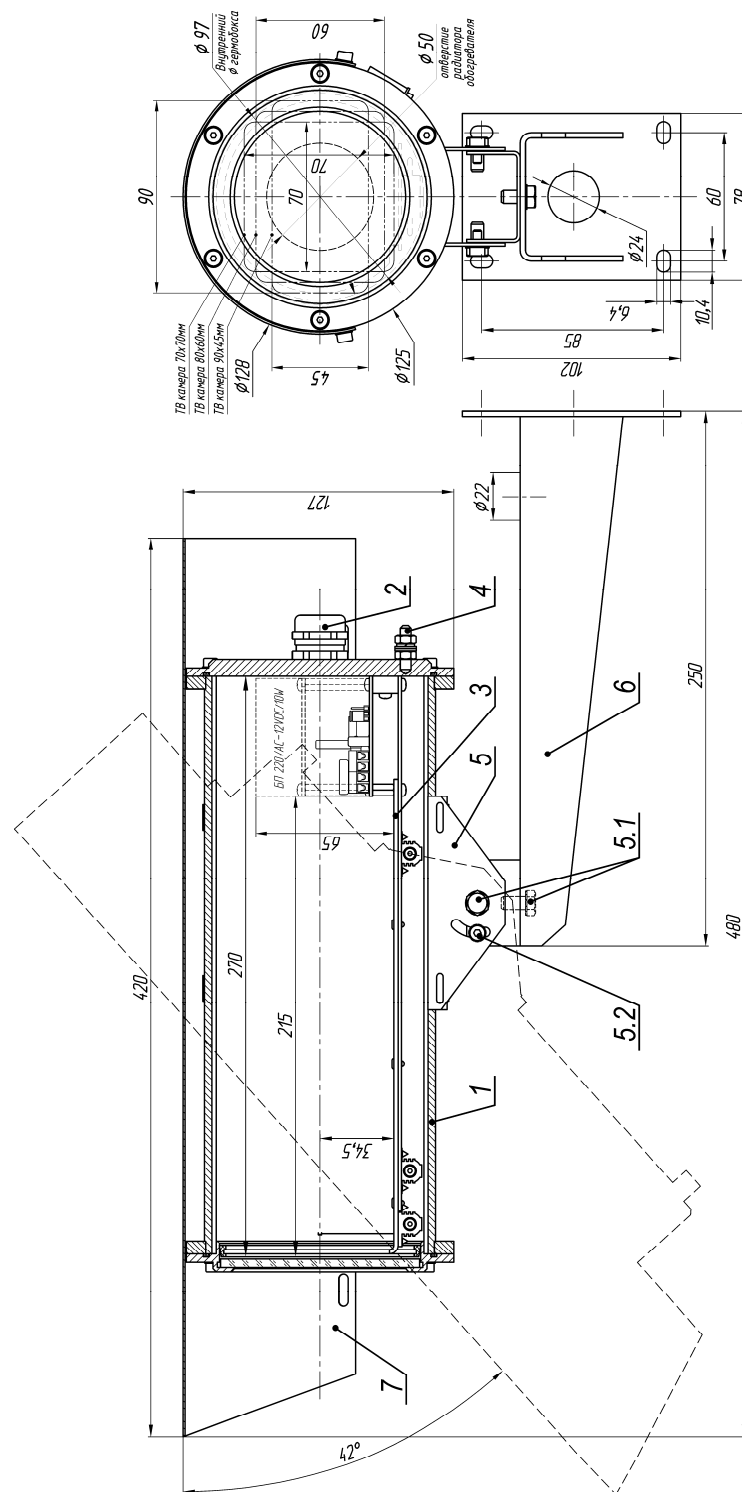

Рис.1 Состав и габаритно-установочные размеры ТГБ-9
2. Выдвинуть модуль видеокамеры (поз.3 рис.1) из кожуха.
8. Ослабив болты и винты фиксации шарнира (поз.5.1 и 5.2 рис.1), установить гермобокс на нужное направление обзора, после чего надежно зафиксировать шарнир затянув выше перечисленные болты и винты.
9. Заземлить гермобокс с помощью болта заземления (поз.4 рис.1).
В состав изделия входят (см. рис. 1):